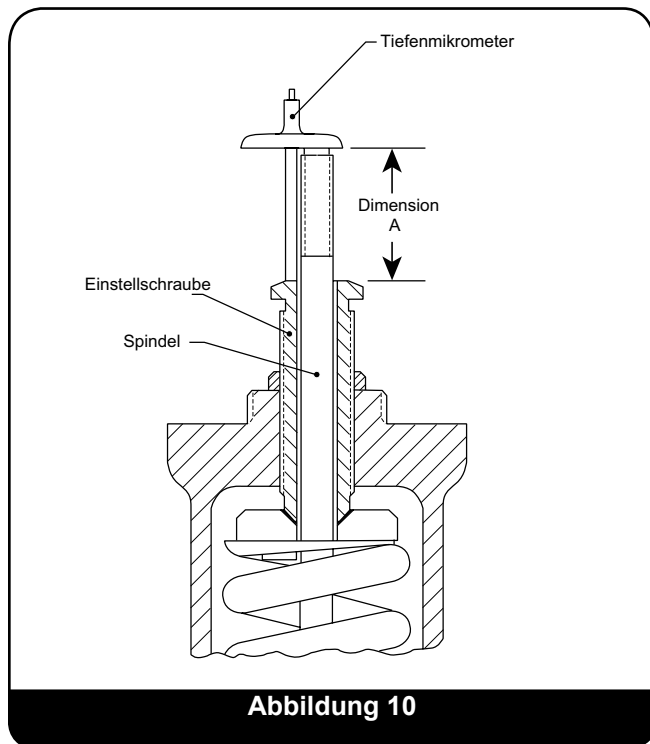

Abbildung 10
3. Verwenden Sie einen Skalenmessschieber oder ein Tiefenmikrometer, um das Maß „A“ in Abbildung 10 von der Oberseite der Spindel bis zur Oberseite der Einstellschraube zu messen und aufzuzeichnen. Dies wird später für die Abstimmung des Ventils in der Nähe seines ursprünglichen Einstelldrucks verwendet. Kontermutter der Einstellschraube lösen. Drehen Sie die Einstellschraube gegen den Uhrzeigersinn, um die Federbelastung zu entfernen. Verwenden Sie beim Drehen der Einstellschraube eine Vise-Grip®-Zange, um die Spindel zu halten.